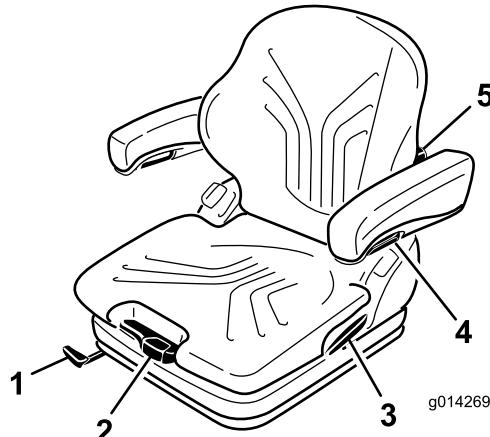

図 22
そして、体重調整レバーを使って、運転する人の体重に合わせます図 22。
1. 調整は、レバーを引き上げてシートのロックを解除して行います(図 22)。
調整ノブを上に回すと背もたれの上部の湾曲の調整ができます。調整ノブを下に回すと背もたれの下部の湾曲の調整ができます(図 22)。
アームレストの高さを調整するには、カバーについている丸いキャップ(図 22)を外し、裏側にある六角ナット(13 mm)をゆるめて高さを調整し、その位置でナットを締めつけます。ナットにキャップを取り付けます。
アームレストの角度はノブを回して調整します(図 22)。
ロックレバーを引いてバックレストキャッチを外します(図 22)。この時、背もたれにもたれかかるなどして力を掛けないようにしてください。